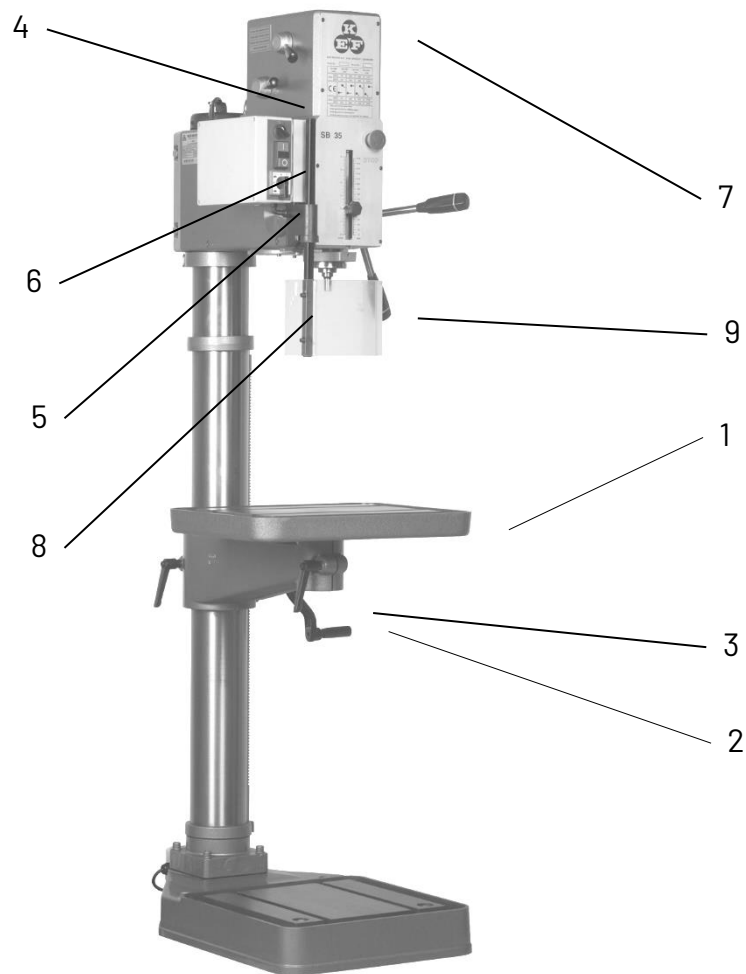

Fig. 6.1
Bevor Sie das Bohren beginnen, stellen Sie den Tisch in die richtige Arbeitshöhe ein. (Fig. 6.1) Lösen Sie den Feststellhebel (8) an der Säule und bedienen jetzt die Kurbel (2) um den Tisch in die richtige Höhe zu bringen. Vergessen Sie nicht den Feststellhebel wie der zu spannen. Jetzt können Sie das Teil das Sie bearbeiten wollen auf dem Tisch festmachen.